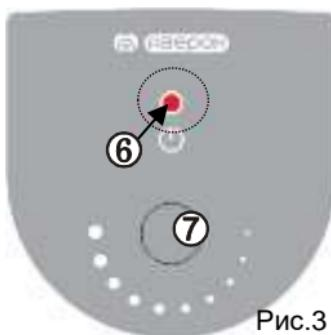

Рис.3
- Включение нагрева отображается светодиодом (6), рис.3.
- не светится (не мигает) – нагрев выключен, ручка (7) в крайнем левом положении,
- при включенном нагреве – кратковременно светится после подключения к сети, а также увеличения заданной температуры ручкой (7), или мигает при поддержании температуры насадки.